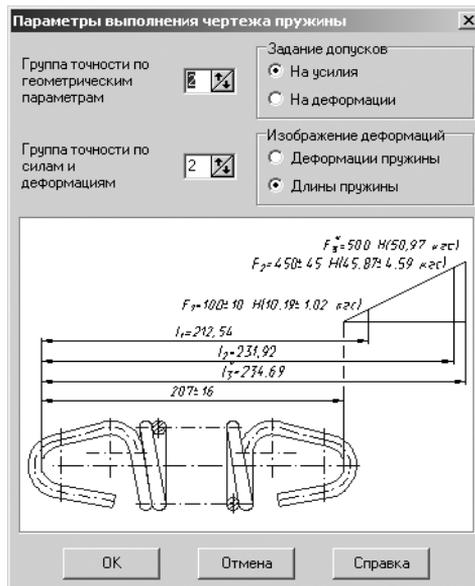

Рис. 4.28. Диалоговое окно **Параметры выполнения чертежа пружины**
- щелкните в диалоговом окне **Построение пружины растяжения** по кнопке **Параметры размеров и диаграммы**. Появится диалоговое окно **Параметры выполнения чертежа пружины**, см. рис. 4.28;